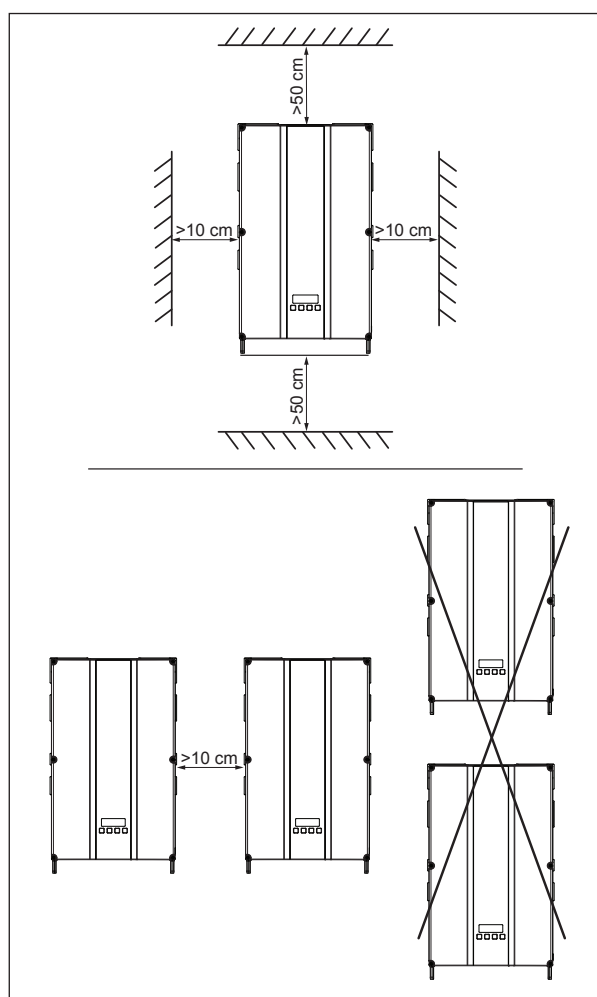

Fig. 7.2: Montagemål til konvektion
- Overhold minimumsafstandene til vægge og andre solcelleinvertere ved montagen (se Fig. 7.2, S. 25).